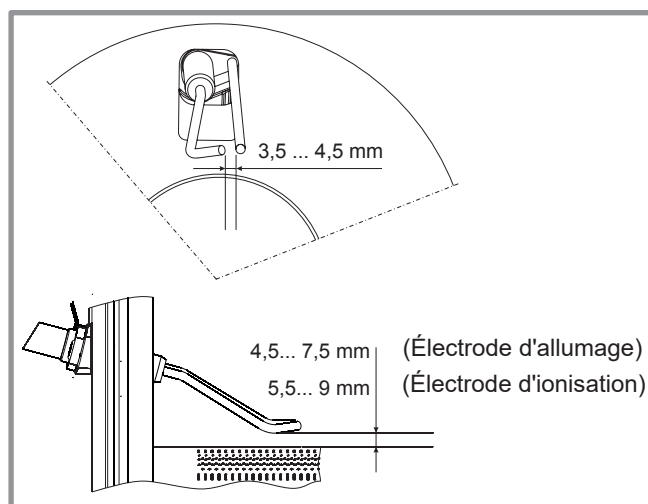

figure 47 - Réglage des électrodes
- Vérifier l'écartement et le positionnement des électrodes (*figure 47*).